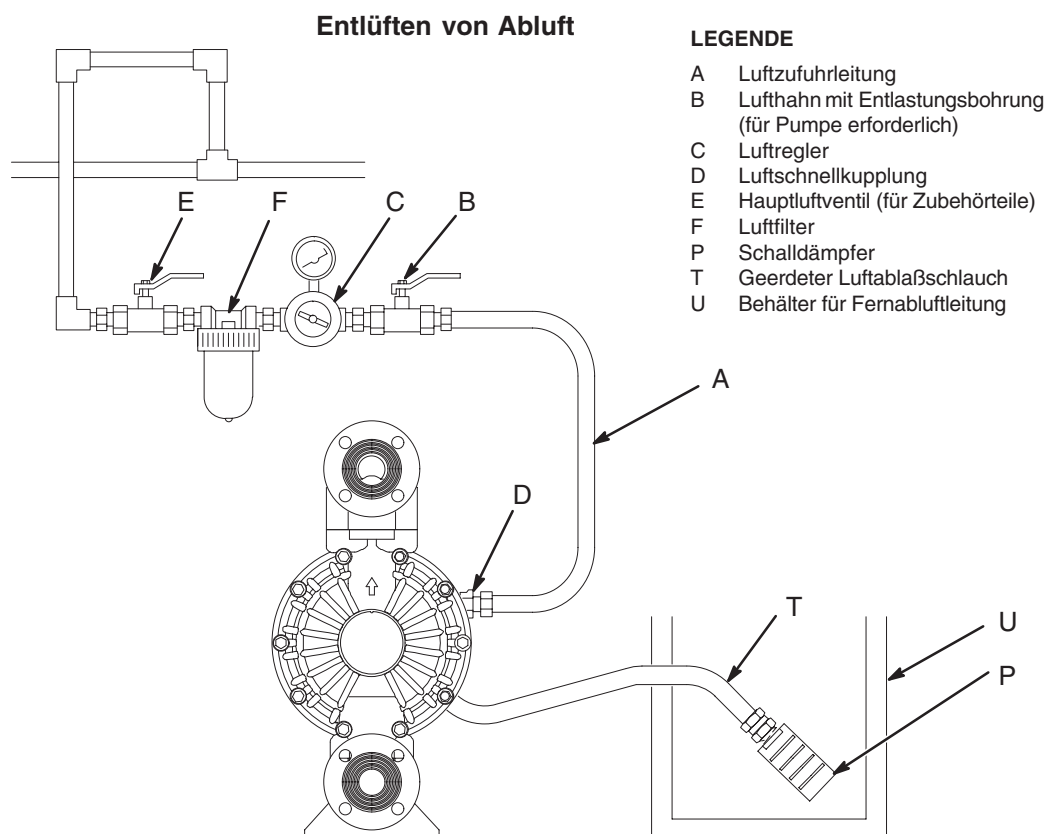

Abb. 6
Bei Membranriß wird das gepumpte Material mit der Luft abgeleitet. Ans Ende der Abluftleitung einen geeigneten Behälter stellen, um das Material aufzufangen. Siehe Abb. 6.
1. Den Schalldämpfer (P) aus der Abluftöffnung in der Pumpe ausbauen.
2. Einen elektrisch leitenden Luftschauch (T) anschließen und den Schalldämpfer (P) mit dem anderen Ende des Schlauchs verbinden. Der Abluftschlauch muß einen Innendurchmesser von mindestens 19 mm (3/4") haben. Wenn ein Schlauch benötigt wird, der länger als 4,57 m ist, muß der Durchmesser größer sein. Scharfe Krümmungen und Knicke im Schlauch vermeiden. Siehe Abb. 6.
3. Einen Behälter (U) an das Ende der Luftleitung stellen, um im Fall eines Membranenrisses Material aufzufangen.